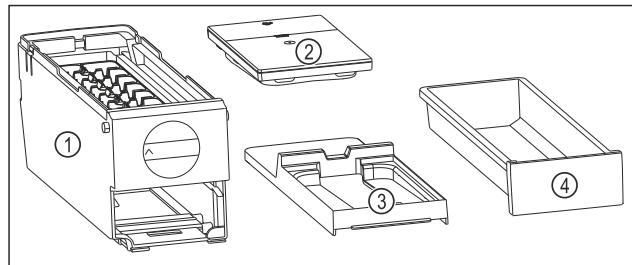

Fig. 93 Компоненти EasyTwist-Ice
- Розбирайте EasyTwist-Ice тільки на зображені компоненти. (див. Fig. 93)
- Очистіть корпус EasyTwist-Ice Fig. 93 (1) без розбирання.
- ▷ EasyTwist-Ice складається з чотирьох частин. (див. Fig. 93)